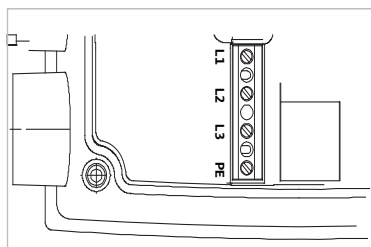

Fig. 20: Terminais de ligação à rede
- Terminais de ligação à rede (fig. 20)